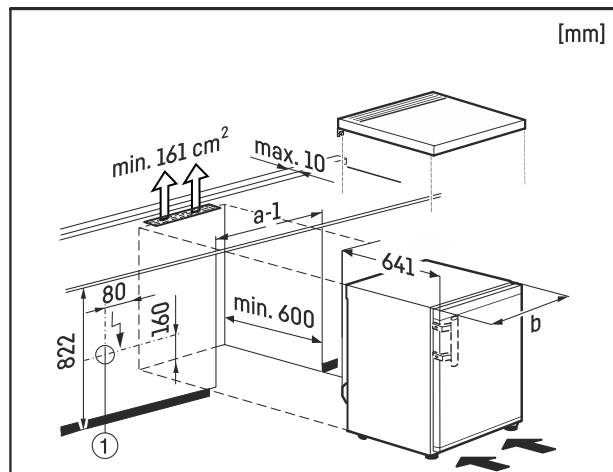

Fig. 8
Wtyczka Fig. 8 (1) musi znajdować się poza tylną ścianą urządzenia i musi być łatwo dostępna.